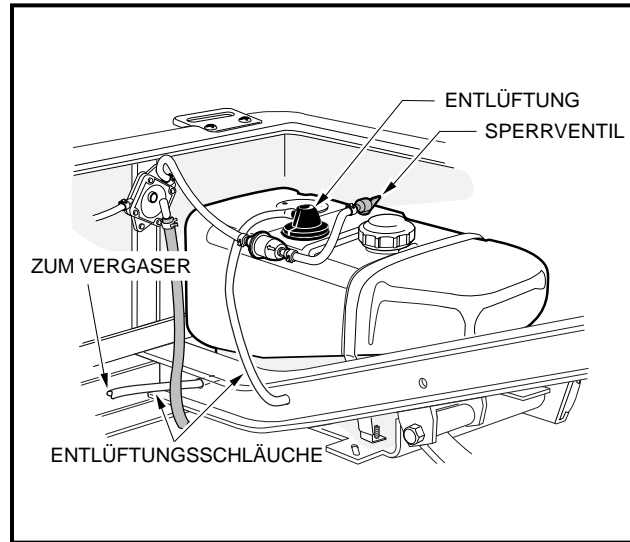

Abbildung 17 Kraftstofftank
- WENN DAS FAHRZEUG EINEN ALLWETTERSCHUTZ HAT, MUSS DER KRAFTSTOFFTANK, WIE ABGEBILDET, VORSCHRIFTSMÄSSIG BELÜFTET SEIN. (SIEHE ABBILDUNG 17, SEITE 18).